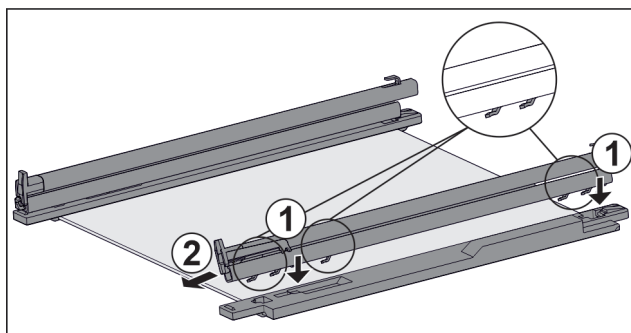

Fig. 131 Ripiano in vetro con guide e fermi
- ▶ Inserire il gancio della guida sulle aperture del **gancio** sinistro. Fig. 131 (1)
- ▶ Tirare la guida in avanti. Fig. 131 (2)
- ▶ Inserire il gancio della guida nelle aperture del **gancio** destro. Fig. 131 (1)